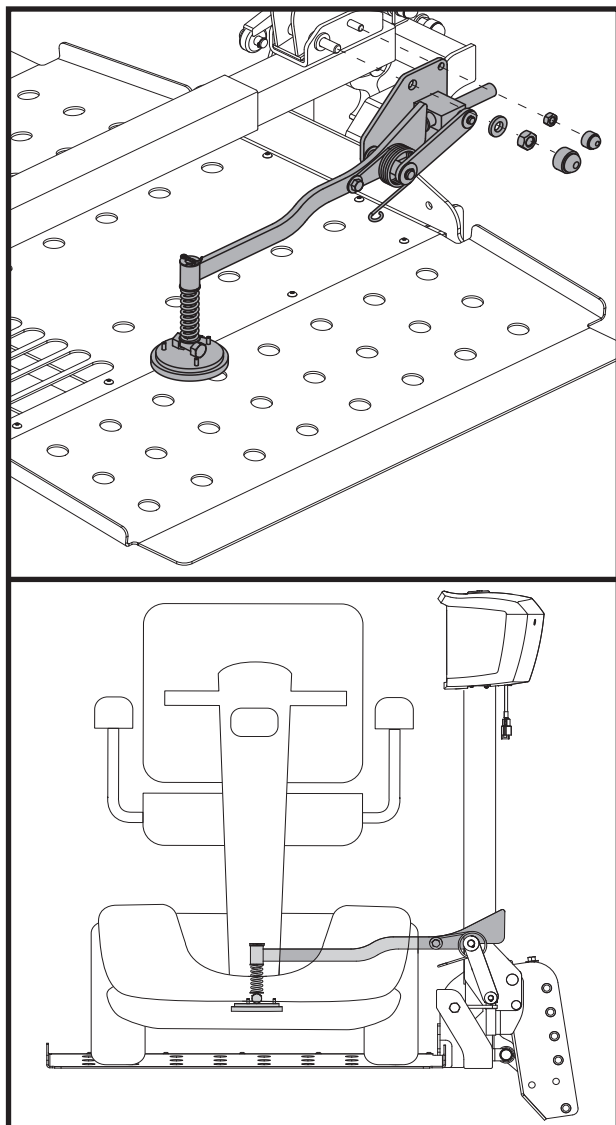

Figure 4. Installation du bras de blocage
3. Enlevez les fixations. **Voir la figure 4.**
4. Positionnez le bras de blocage sur les boulons filetés et alignez-les sur les deux trous. **Voir la figure 4.**